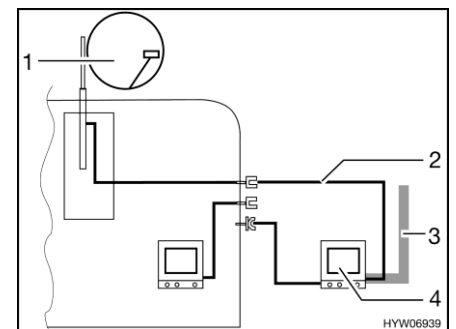

Bild 152 TV im Vorzelt
- TV im Vorzelt (Bild 152,4): Anschluss an Dachantenne (Bild 152,1) mit Verbindungskabel (Bild 152,2)
- TV im Vorzelt (Bild 152,4): Anschluss an externe Antenne (Bild 152,3)